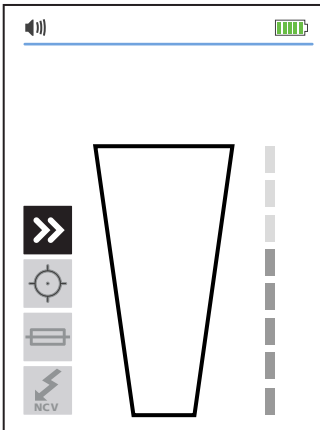
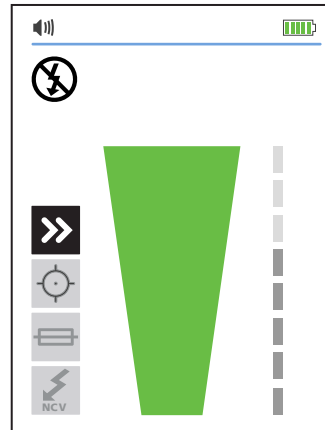

Figura 3.1c: Señal no detectada
Figura 3.1d: Señal detectada
3. Para obtener los mejores resultados durante la localización de los cables con tensión, alinee la ranura del Sensor de punta con la dirección del cable como se muestra en la Figura 3.1c y la Figura 3.1d. Puede que no se detecte la señal si no coincide correctamente. Para comprobar la dirección del cable, gire sucesivamente el Receptor 90 grados. La intensidad de la señal será mayor cuando el cable coincida con la ranura del Sensor de punta. Dependiendo de la señal detectada, el Receptor cambia automáticamente al modo Con tensión ⚡ o Sin tensión ⚡, y muestra esta información en la pantalla LCD. No se requiere configuración manual.